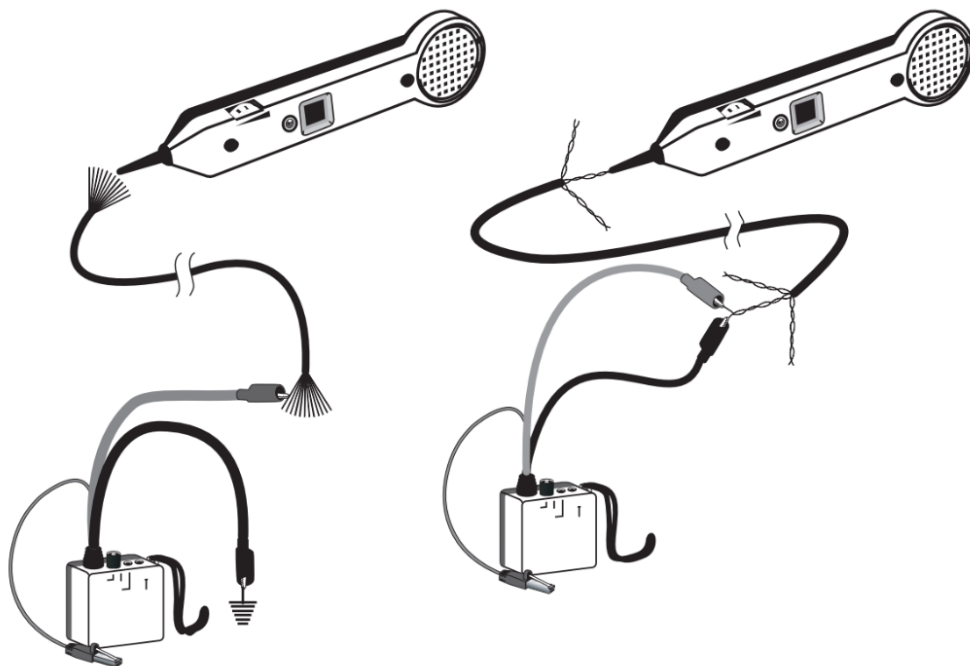

Рисунок 5 – Отбор кабельных пар на удаленном конце кабеля
- 2.5.5 Используя щуп, на удаленном конце кабеля коснитесь наконечником прибора изоляции каждой пары или проводника (см. рисунок 5). Прием тонального сигнала будет самым сильным при касании отслеживаемого проводника(ов).